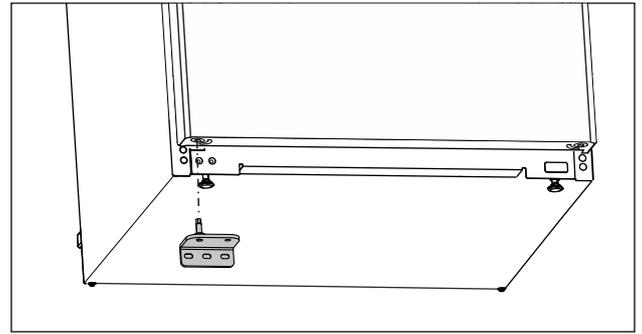

Fig. 25
- ▶ Insertar el soporte del cojinete en el lado opuesto. (consulte *Fig. 25*)